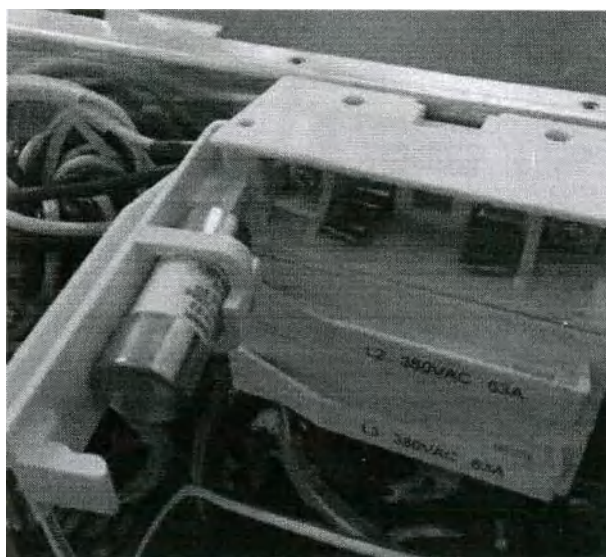

Рисунок 11. Замена предохранителя
3. С усилием вытяните держатель предохранителя и извлеките предохранитель, подлежащий замене, как показано на рис. 11.